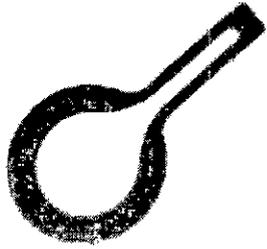

Figura 6-18.
4. Dos plantillas de marcado de la cavidad, CI-4430: las plantillas se utilizan para determinar el lugar de la cavidad y la ubicación del dispositivo (Figura 6-18).